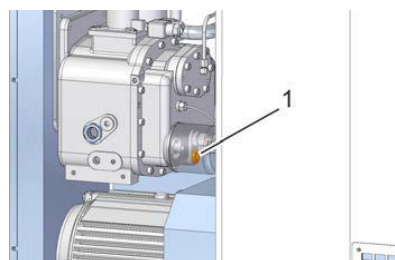

Рис. 36: Отверстие для слива охлаждающей жидкости
6. ➔ Откройте слив (Рис. 36/1).
7. ➔ Закройте слив (Рис. 36/1).